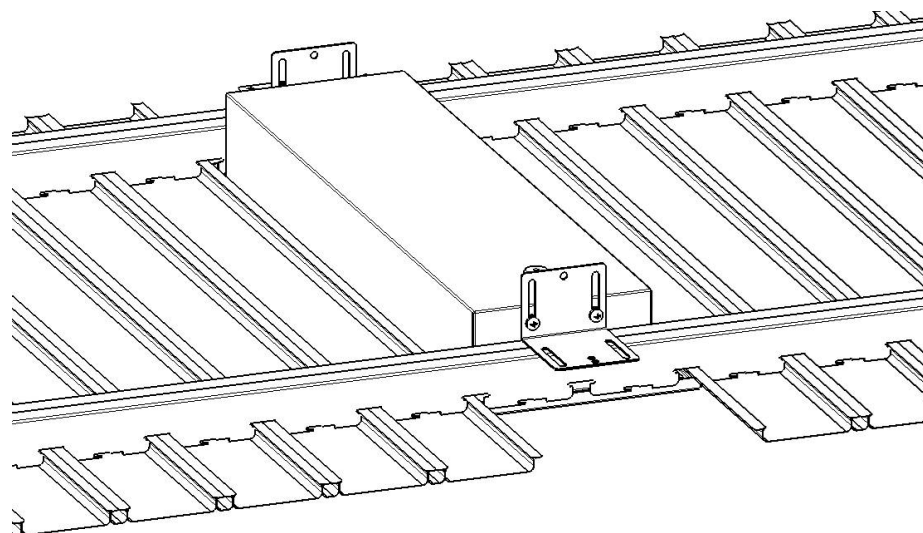

Рисунок 2 - Схема установки светильника
5.3 Установите светильник в нишу реечного потолка (рис.2), предварительно убрав необходимое количество реек под посадочные размеры светильника 620x169 мм или 1230x169 мм. Светильник должен лежать опорными кронштейнами на траверсах реечного потолка. Отрегулируйте положение светильника относительно потолка и затяните кронштейны с помощью винтов и шайб пружинных (поз.5 и 6 рис.1).